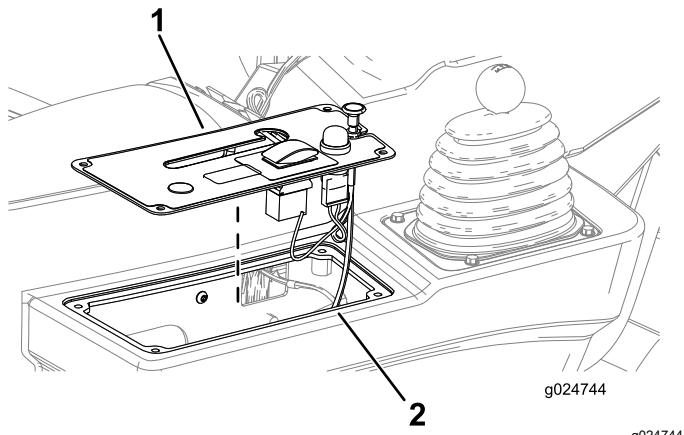

図 19
1. コントロールパネルのカバーをサイドコンソールに合わせる図 19。